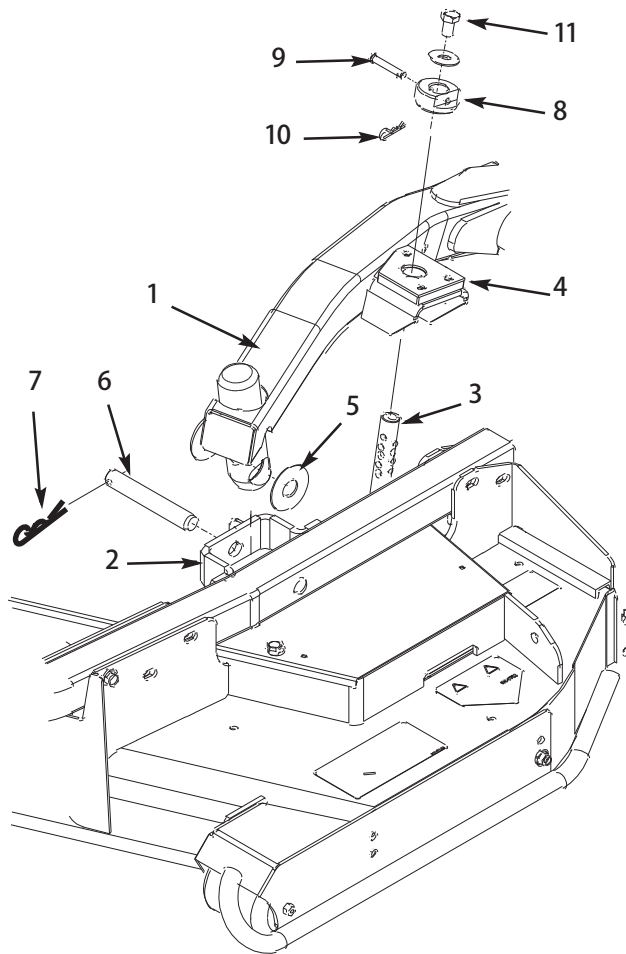

図 3
2. 昇降レバーをフロート位置とする。昇降アームを押し下げて、昇降アームについている穴とキャスト・アーム・ブラケットについている穴を整列させ、昇降アームのパッドに刈高ロッドを挿入できるようにする (図3)。
3. スラスト・ワッシャ2枚、クレビス・ピン、ヘアピン・コッターを使って、昇降アームをキャスト・アームに固定する。スラスト・ワッシャは昇降アームとキャスト・アーム・ブラケットの間に入れる (図3)。コッター・ピンを、キャスト・アーム・タブのスロットに差し込んで固定する。
7. 刈高ロッドに刈高カラーを取り付け、クレビス・ピンとヘアピン・コッターで固定する (図3)。できれば、クレビス・ピンの頭をデッキの前面に向けておく。
8. 各刈高ロッドの上部に 1/2 x 3/4" キャップスクリュとワッシャを取り付ける (図3)。